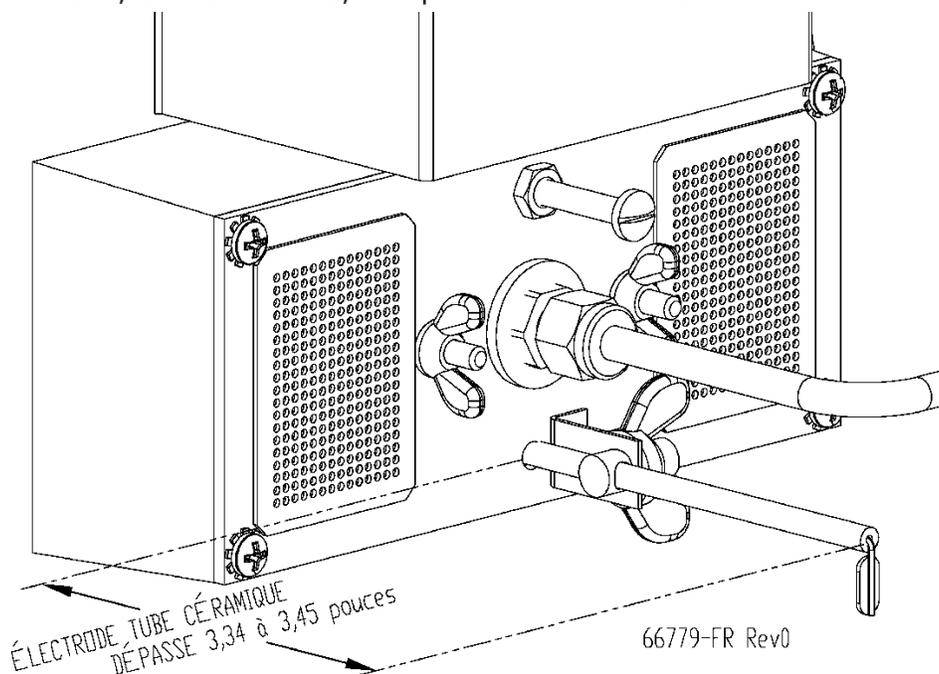

Figure 26 - Électrode saillie de boîte à Air
3. Faites glisser l'électrode pour la remettre en place à travers le brûleur jusqu'à ce qu'elle s'arrête, puis tirez-la vers l'arrière de 3 à 6 mm (1/8 à 1/4 pouces). Reportez-vous à la Figure 26, assurez-vous que l'électrode en céramique ne dépasse pas de plus de 3,45 pouces.